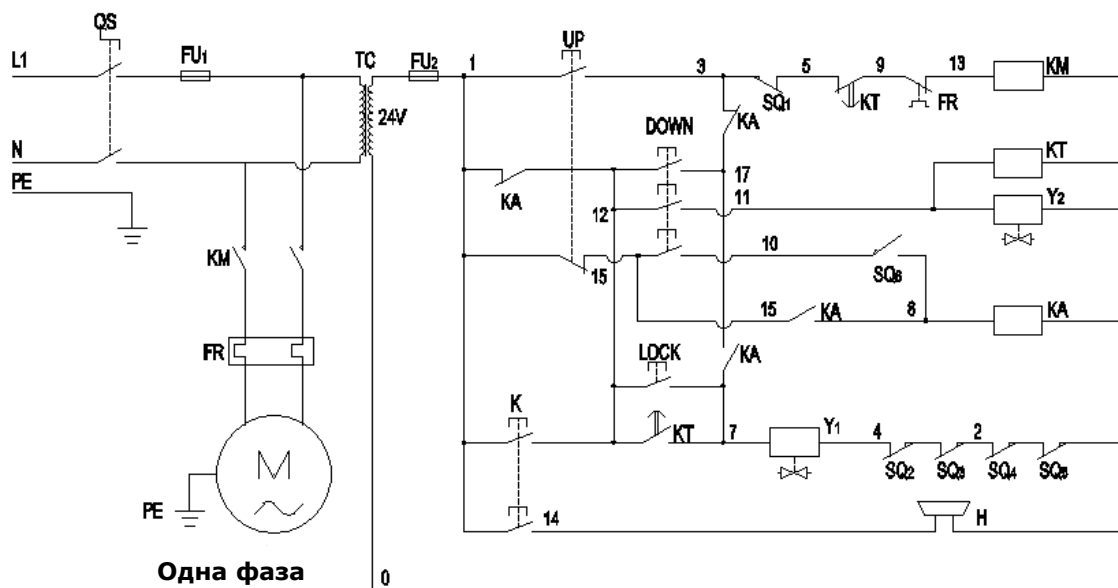

Рис. 44
7.3 Принципиальная электрическая схема на 220V (См. Рис. 44).